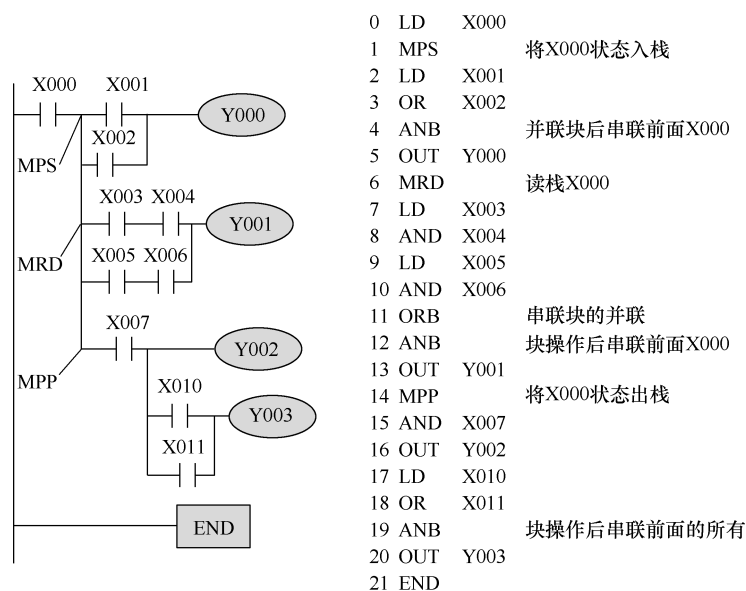
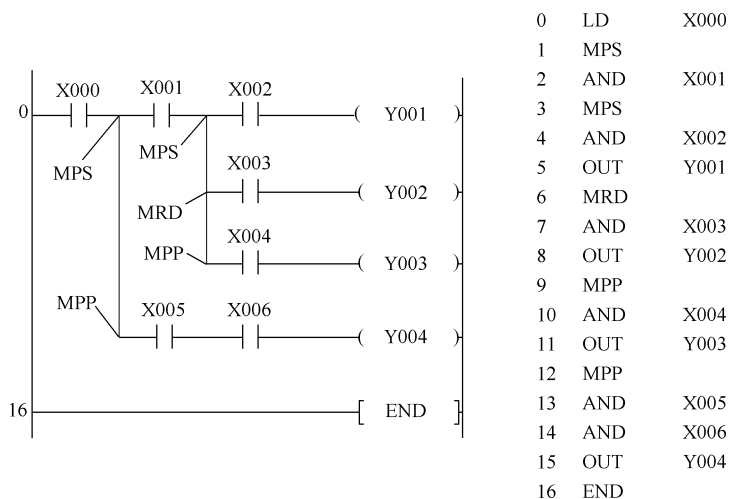

图 3-13 一层堆栈指令的使用
图 3-14 二层堆栈指令的使用
- 3) 栈存储器只有 11 个单元，所以栈最多为 11 层。图 3-13 所示为一层堆栈使用实例，图 3-14 所示为二层堆栈使用实例。